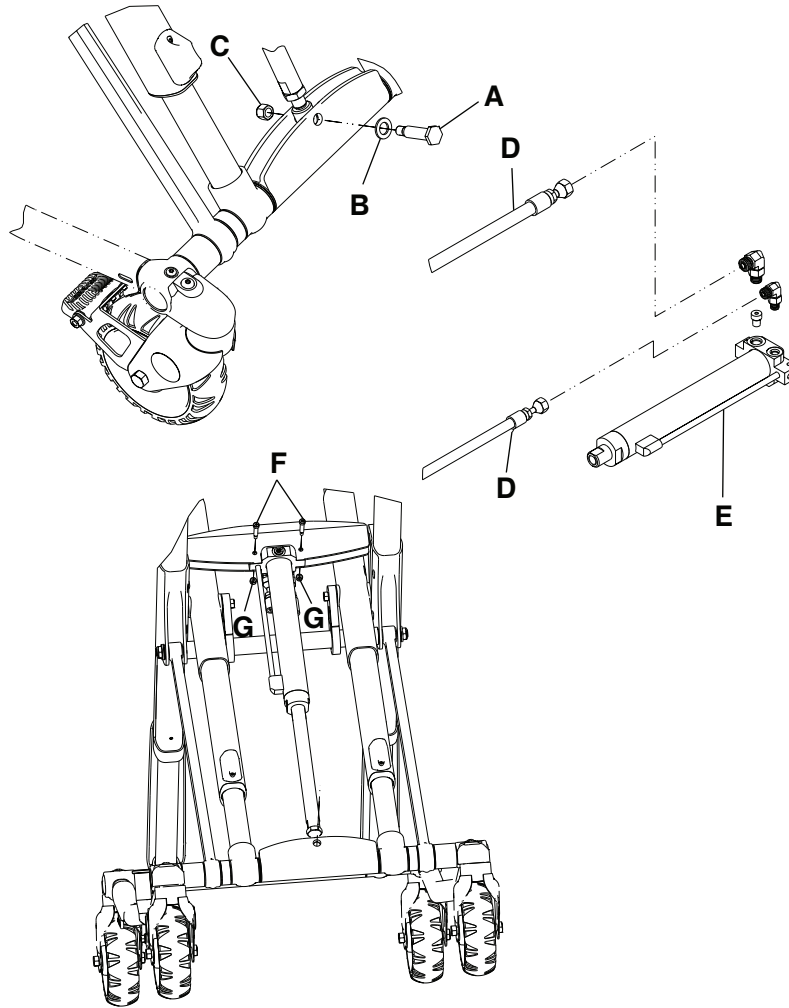

Figure 13 – Remplacement du vérin hydraulique
3. À l'aide de clés mixtes de 3/4 po et de 9/16 po, retirer la broche de fixation de la tige (A), la rondelle (B) et l'écrou hexagonal Nylock (C) qui fixent le vérin hydraulique au châssis (Figure 13). Conserver toutes les pièces.
5. À l'aide d'une clé mixte de 11/16 po et d'une clé mixte de 13/16 po, retirer les deux tuyaux (D) du vérin hydraulique (E) (Figure 13).
7. À l'aide d'une clé à 6 pans de 1/8 po et d'une clé mixte de 3/8 po, retirer les deux vis de réglage à six pans creux (F) et les écrous hexagonaux Fiberlock (G) qui fixent le vérin hydraulique au châssis (Figure 13). Conserver les écrous et les vis.